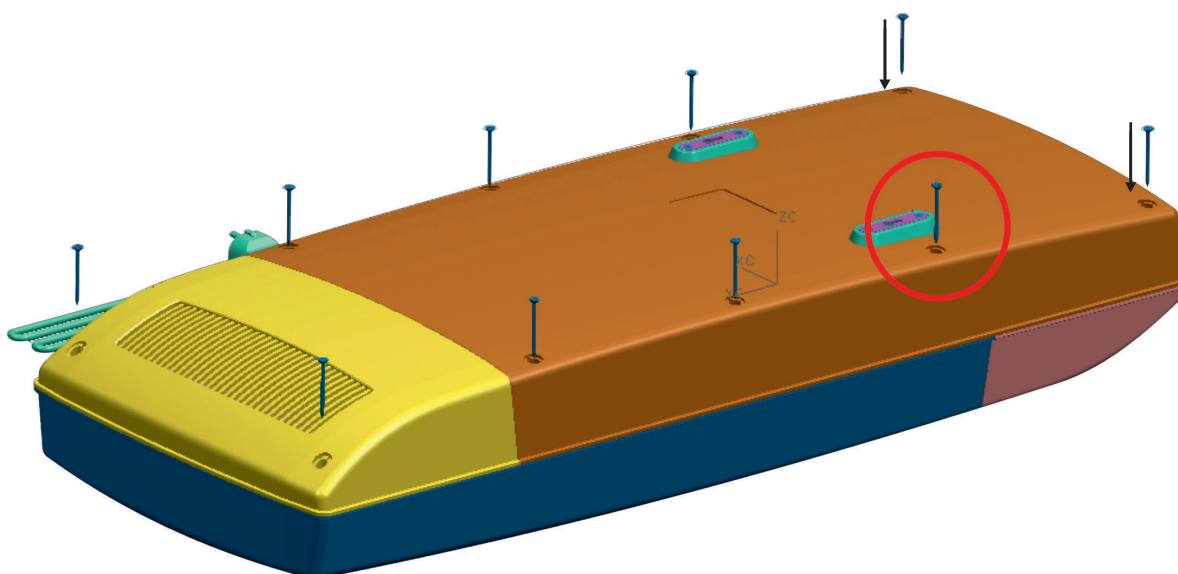

Рис.5
- совместить переднюю и заднюю рециркуляторы и зафиксировать соединение при помощи винтов (рис.5)
- выполнить действия п. 8.3 сборке корпуса рециркулятора (рис.5).